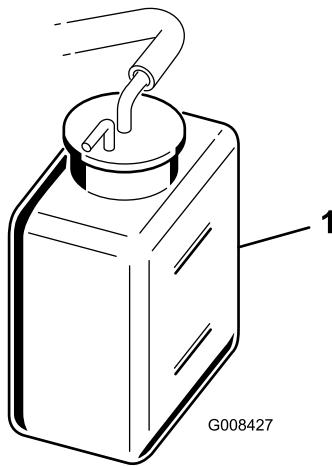

Bild 48
2. Prüfen Sie den Kühlmittelstand (Bild 47 und Bild 48).